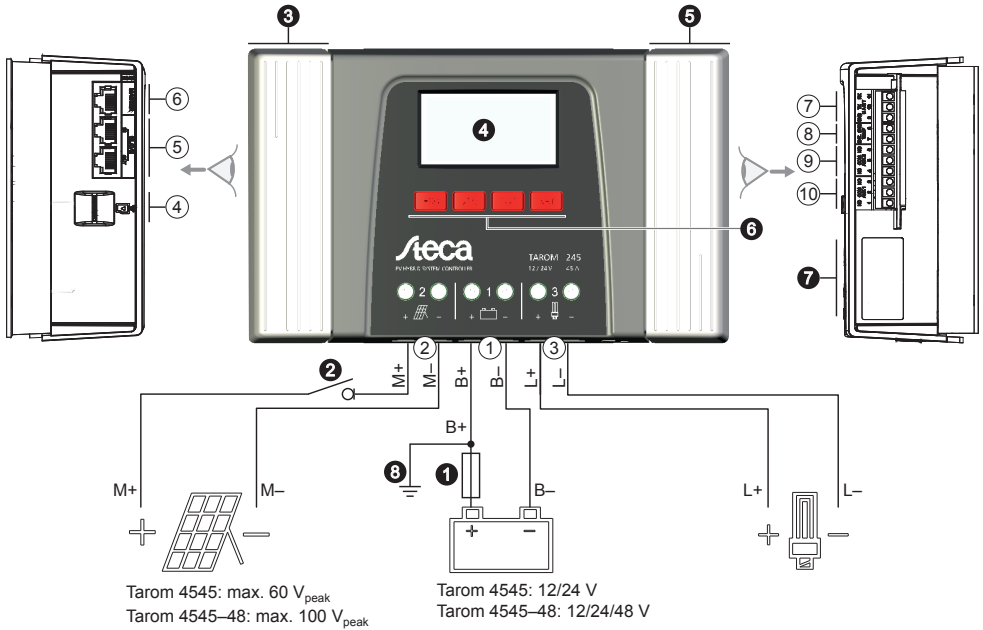

Fig. 1: Vue d'ensemble du boîtier et des prises
### 9.2.1 Prise femelle RJ45 pour le bus maître (Ⓢ dans fig. 1)
### 9.2.2 Prise femelle RJ45 pour le bus esclave (Ⓢ sur la fig. 1)
### 9.2.3 Logement de la carte microSD (④ sur la fig. 1)
### 9.2.4 Sorties de relais AUX 1, AUX 2 (⑨, ⑩ sur la fig. 1)